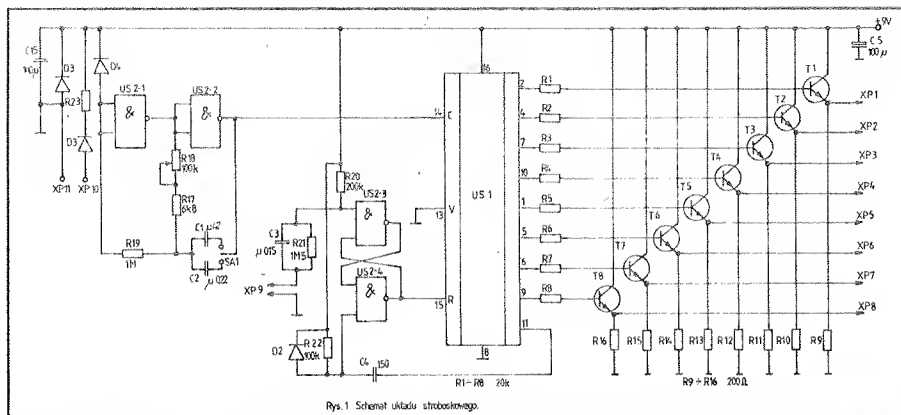

Rys. 2 Schemat lampy błyskowej
* O zasilaczu: zasilanie całości powinno być stabilizowane, $U_{CC}=11-15V$ najlepiej +12V, o wydajności prądowej 100mA. Dla schematu z rozszerzeniami (rys.2+rys.5+rys.6) należy przewidzieć zasilacz 12V/150mA.
Układ sterowania wykonuje się w postaci oddzielnego bloku, do którego przez gniazda podłącza się do 8 lamp błyskowych. Na rys.2 przedstawiony jest fragment schematu jednej z ośmiu lamp impulsowych. W obwodzie uzwojenia